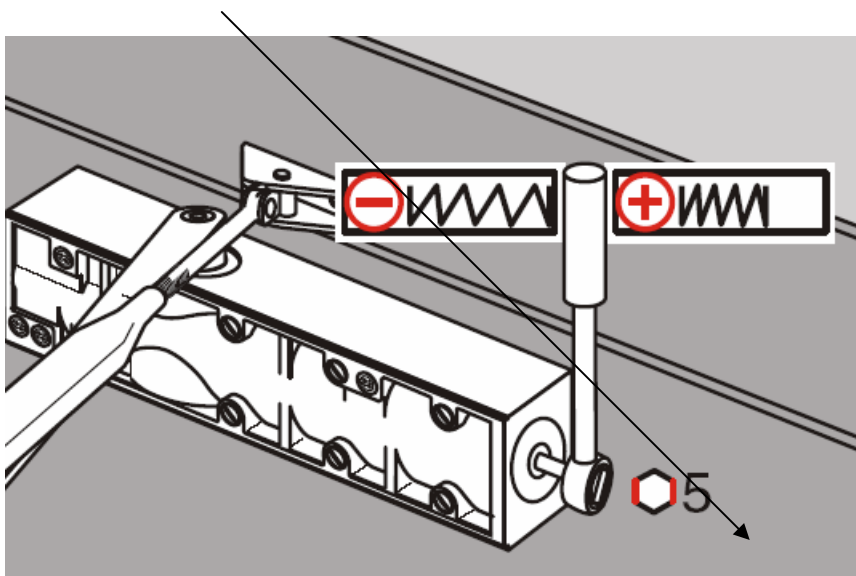

Рис. 10. Регулировка усилия доводчика **DORMA TS73V.**
Регулировка усилия доводчика осуществляется предварительным сжатием пружины с помощью регулировочного винта (**рис. 10**),
7. Как показано на **Рис. 10**, установите необходимое усилие закрывания двери.